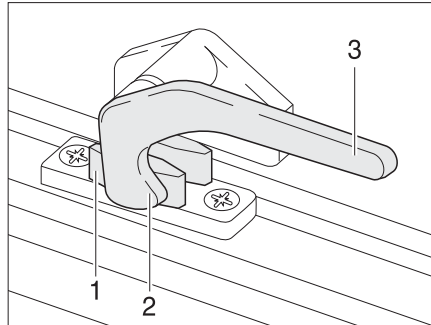

Fig. 8 Levier de verrouillage en position "Fermée"
- Tourner le levier de verrouillage (Figure 8,3) d'un quart de tour vers le centre de la fenêtre.
- Tourner le levier de verrouillage (Figure 8,3) d'un quart de tour vers le cadre de la fenêtre. Le tenon de verrouillage (Figure 8,2) se trouve sur le côté intérieur du verrouillage de fenêtre (Figure 8,1).
- En position "Fermée" (Figure 8)